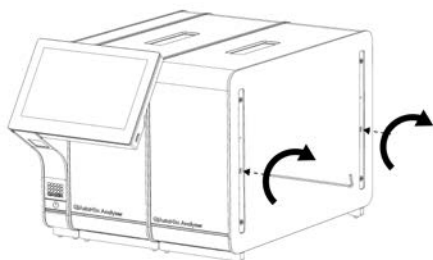

Figura 16. Alineación y acoplamiento del módulo analítico adicional.
4. Alinee el módulo analítico adicional con el módulo analítico existente. Apriete los tornillos con la herramienta de montaje del módulo analítico-operativo suministrada con el QIAstat Dx Analyzer 1.0 (figura 16).